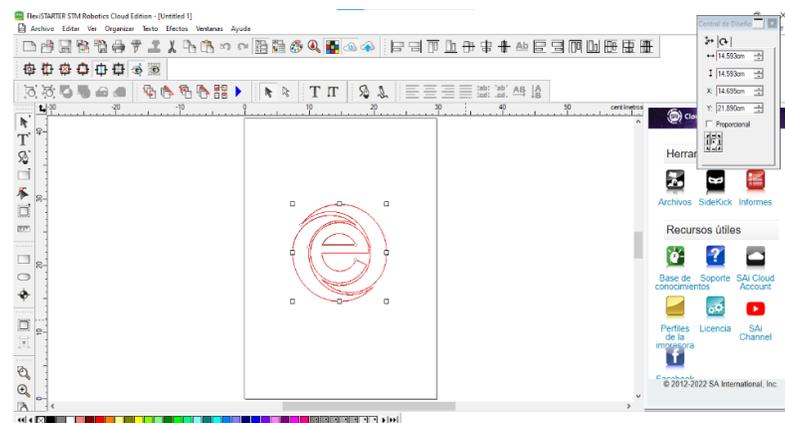

Figura 2.5
5. Seleccionar un punto del área de trabajo con un clic y aparecerá el archivo importado en el área de trabajo (Figura 2.5).